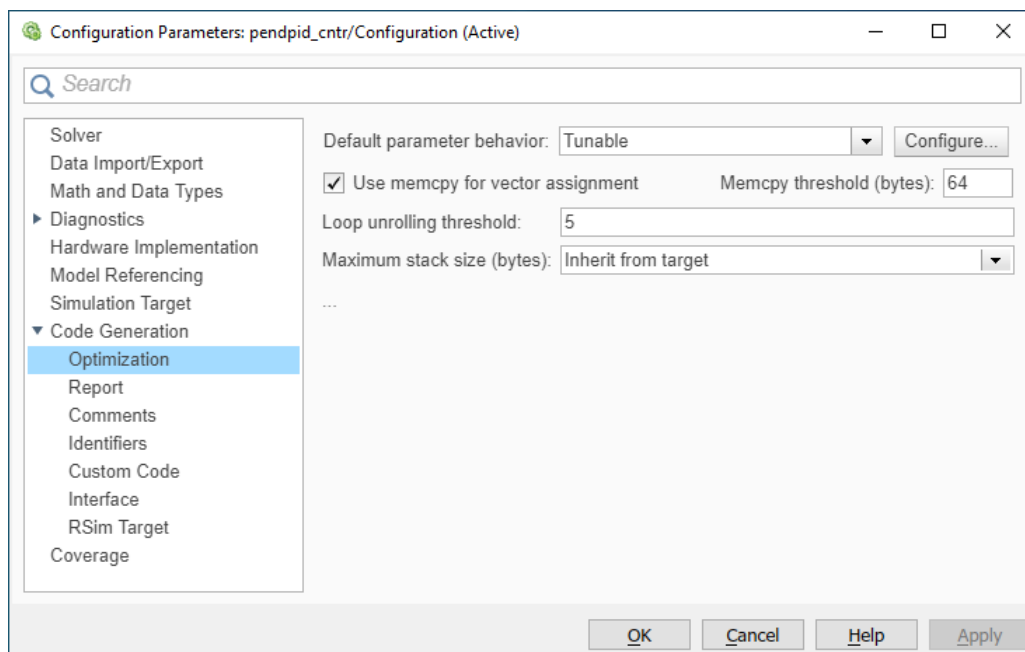

Рис. 3.5. Задание настраиваемых параметров расчётной схемы в Matlab 9.X (R2016-R2020)
11. Далее в разделе **Code Generation / Optimization** в выпадающем списке **Default parameter behavior** выберите значение **Tunable**, см. рис. 3.5. Это даст возможность менять параметры системы управления на стороне УМ после импорта DLL. Если не проделать эту операцию, то список параметров модели после импорта в УМ будет пустой и менять их будет невозможно.